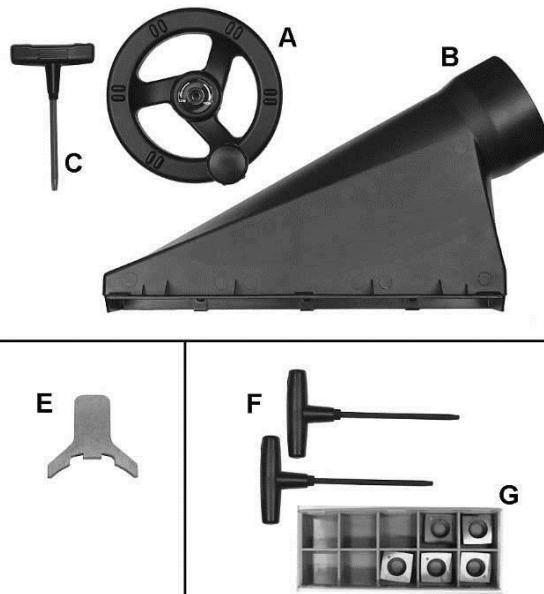
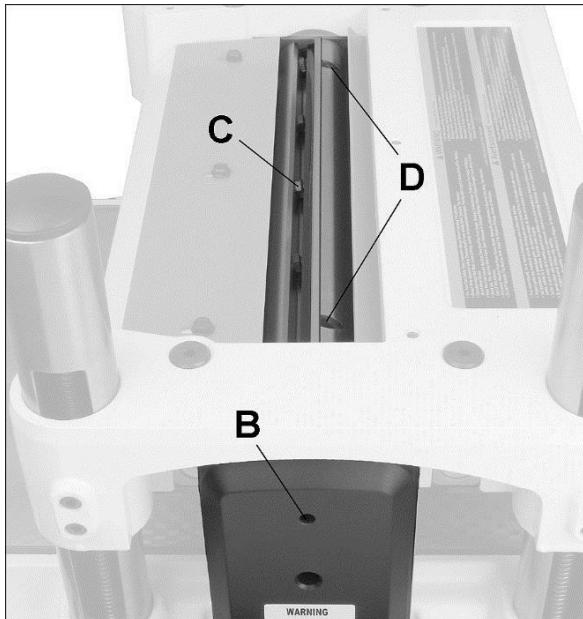

Рисунок 5-1: Содержимое (не в масштабе)
Рисунок 7-2
3. Вставьте прилагаемую отвертку Torx (C, Рисунок 5-1) в отверстие в ограждении ремня (B, Рисунок 7-2). Используйте ее для вращения ножевого вала во время процедуры.
4. Ослабьте пять винтов клина (C, Рисунок 7-2) с помощью ключа на 12 мм.
Если необходима регулировка, поворачивайте винты (D, Рисунок 7-2) с помощью 3-миллиметрового шестигранного ключа до тех пор, пока нож не коснется шаблона. Проверьте это положение в нескольких точках вдоль ножа.
Используйте прилагаемую отвертку Торх (F, Рисунок 5-1), чтобы ослабить винт режущей пластины.
отверстие в ограждении ремня (B, Рисунок 7-2). Используйте ее для вращения ножевого вала во время процедуры.